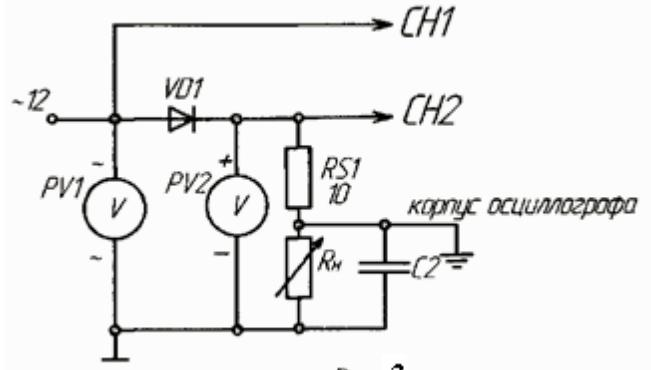

Рис. 3
4) Включить конденсатор  $C_2$  параллельно сопротивлению нагрузки (рис. 3); снять осцилограммы напряжения на диоде  $U_a$  и анодного тока  $I_a$ . Снять осцилограмму напряжения на нагрузке  $U_h$ , переключив корпус осциллографа на общий провод, не забудьте определить масштабы по току и напряжению;